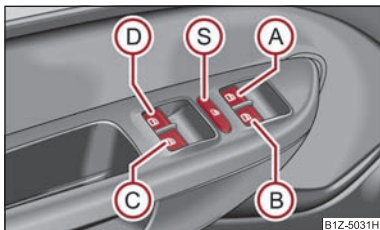

Fig. 32 Taste în portiera șoferului
Tastele pentru fiecare geam se găsesc în cotiera din portiera șoferului ⇒ fig. 32, pasagerului față și în ușile din spate* ⇒ pagina 39.
Apăsând comutatorul de siguranță  ⇒ fig. 32, puteți scoate din funcțiune tastele din portierele din spate. Apăsând încă o dată comutatorul de siguranță , puteți restabili funcționarea tastelor din portierele din spate.
- Când se transportă copii pe locurile din spate, vă recomandăm să scoateți din funcțiune comutatoarele din portierele din spate (comutatorul de siguranță)  ⇒ fig. 32.